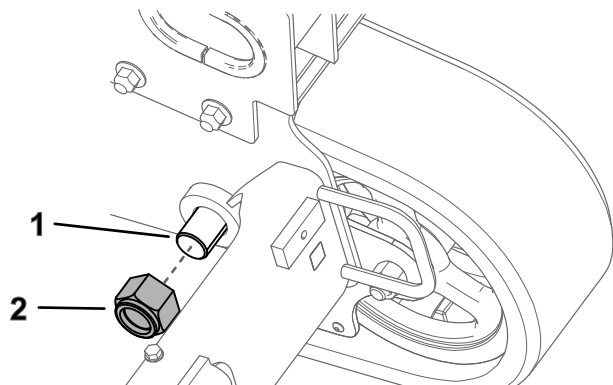

Figura 5
5. Rimuovete il dado dal perno del cingolo anteriore illustrato nella Figura 5.